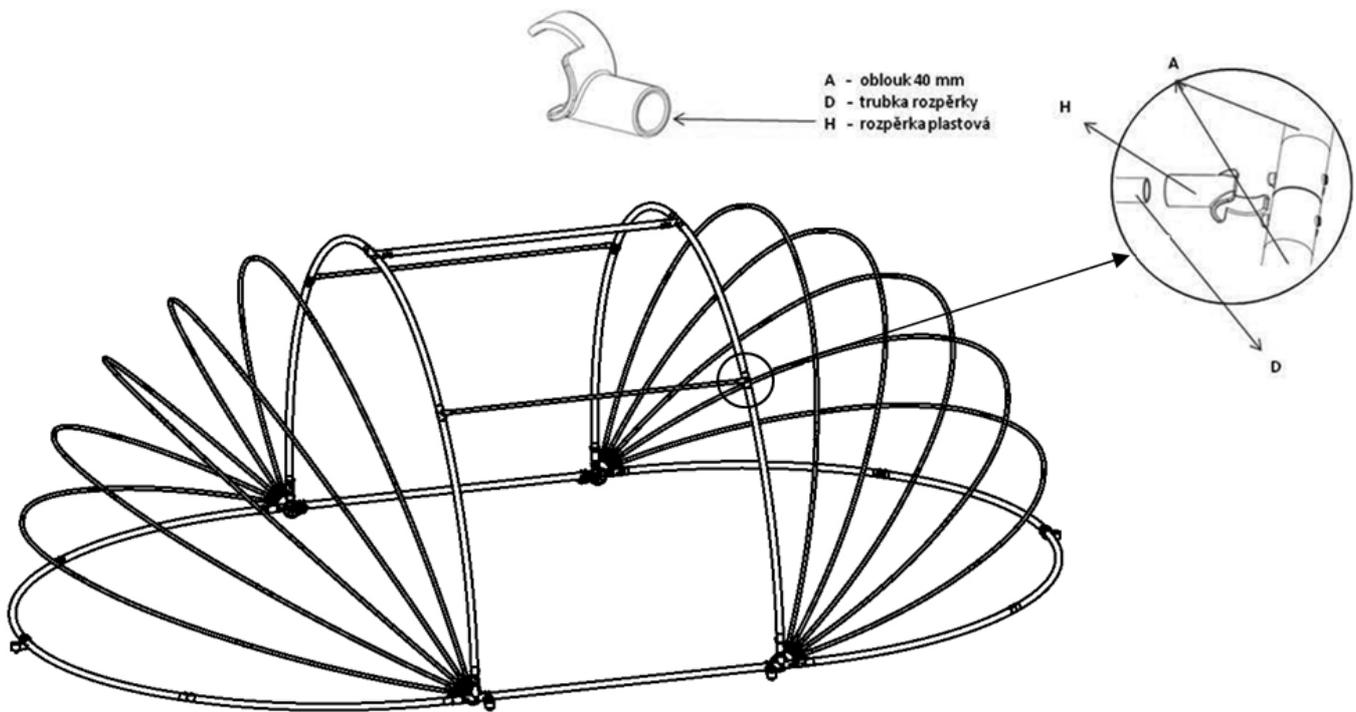

Abbildung 13
Mit Hilfe von Verbindungsstücken (H) werden schließlich die Distanzhalter (D) (H) befestigt, (siehe Abbildung 13). Teile (D) und (H) werden zusammengebaut geliefert. Sind die Bügel (A) richtig zusammengebaut und montiert, der Distanzhalter hält in der Stellung zwischen den Stiftnasen (L).